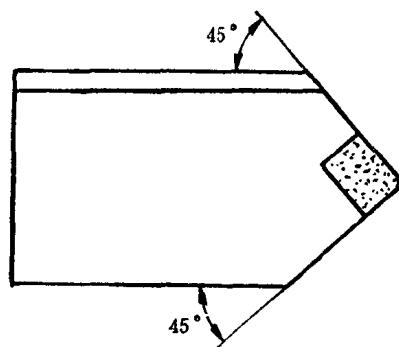

图1-4 倒角刀
3) 倒角刀 见图1-4，倒角刀作为孔口倒角用，是孔的精镗加工前不可缺少的工序。